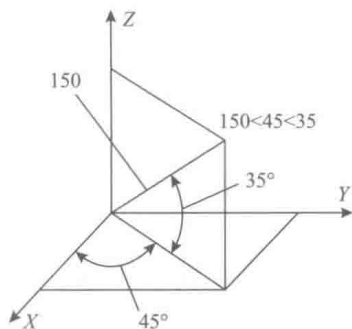

图 1-1 球坐标示意图
(1) 直角坐标: 直角坐标用点的 X 、 Y 、 Z 坐标值表示该点, 且各坐标值之间要用逗号隔开。
(2) 极坐标: 极坐标用于表示二维点, 其表示方法为: 距离 < 角度。
(3) 球坐标: 球坐标用于确定三维空间的点, 它用三个参数表示一个点, 即点与坐标系原点的距离 L ; 坐标系原点与空间点的连线在 XY 面上的投影与 X 轴正方向的夹角 (简称在 XY 面内与 X 轴的夹角) α ; 坐标系原点与空间点的连线同 XY 面的夹角 (简称与 XY 面的夹角) β , 各参数之间用符号“<”隔开, 即“ $L < \alpha < \beta$ ”。例如, $150 < 45 < 35$ 表示一个点的球坐标, 各参数的含义如图 1-1 所示。